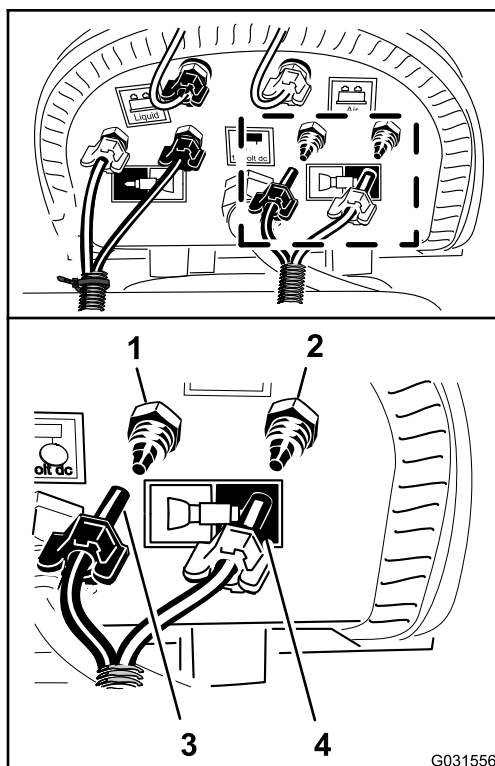

Figura 146
- Collegate il tubo non marcato (senza fascetta per cavi) allineando il tubo blu per la sezione di irrorazione di sinistra sul raccordo di compressione per il circuito dell'acqua della sezione di irrorazione di sinistra (Figura 146).
6. Montate il dado di compressione del tubo sul raccordo e serrate il dado manualmente (Figura 146).
7. Allineamento del tubo trasparente per la sezione di irradiazione di sinistra sul raccordo di compressione per il circuito dell'aria della sezione di irradiazione di sinistra (Figura 146).
8. Montate il dado di compressione del tubo sul raccordo e serrate il dado manualmente (Figura 146).